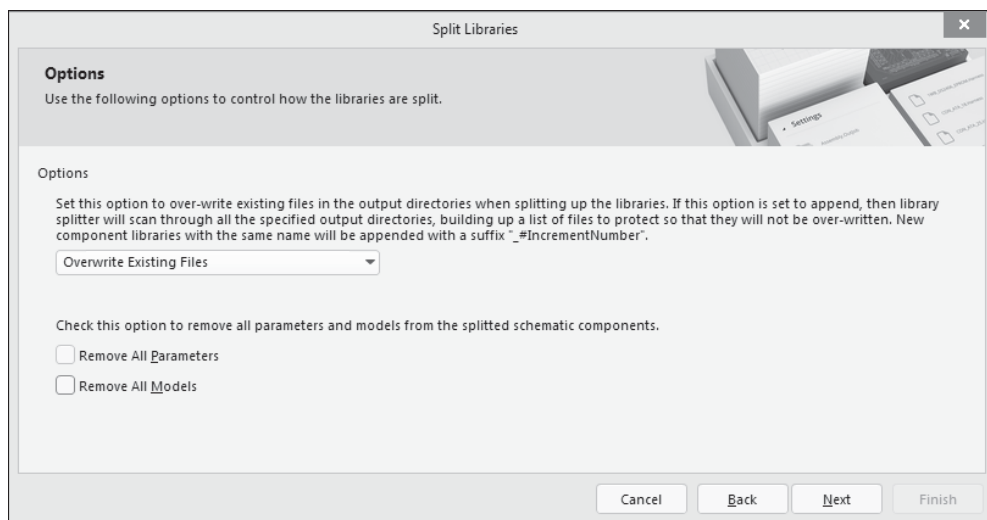

Рис. 13.9. Мастер расщепления интегрированных библиотек: объявление способа расщепления и особенностей размещения результатов
5. Щелчком на кнопке **Next** перейти на следующую страницу (рис. 13.9), где выбрать одну из двух опций на случай, если назначенный выходной каталог уже содержит библиотечные файлы: